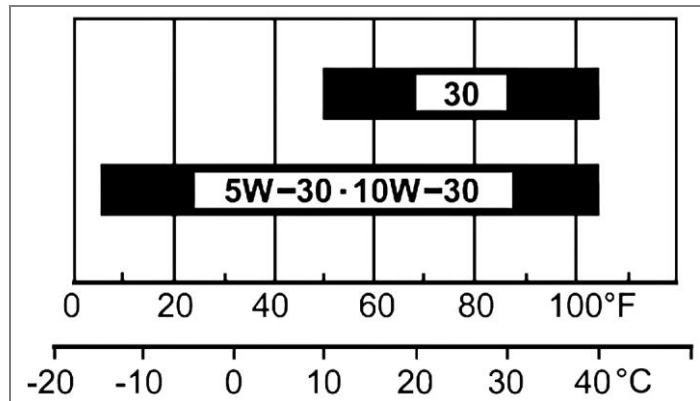

Рис. 11
8.1.5. Если уровень масла оказывается вблизи или ниже минимальной отметки на щупе (29), долейте рекомендуемое масло (п. 8.1., Рис. 11) до уровня верхней отметки на щупе (29) (нижний край маслоналивного отверстия (Рис. 16)). Не наливайте масло выше уровня.